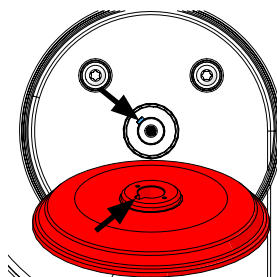

Fig. 15
- Replace new flange >>> **Note the engagement groove (Fig. 15).**